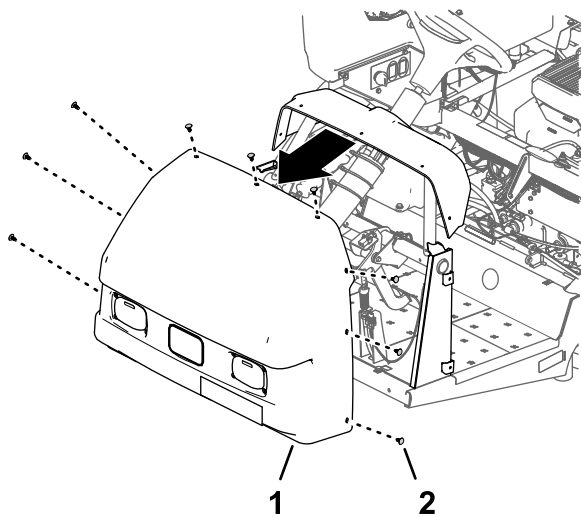

Figura 15
2. Retire las 9 grapas que sujetan el capó al salpicadero y al bastidor de la máquina (Figura 15).
3. Retire el capó de la máquina (Figura 15).